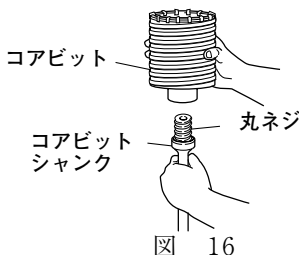
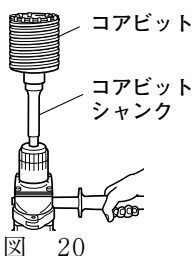

図 16
図 20
- (1) コアビットシャンクにコアビットを取付けます。(図 16)
本機に挿入したまま上向きにして2～3回無負荷運転で打撃させると丸ネジ（図16参照）がゆるみ、分解することができます。（図20）